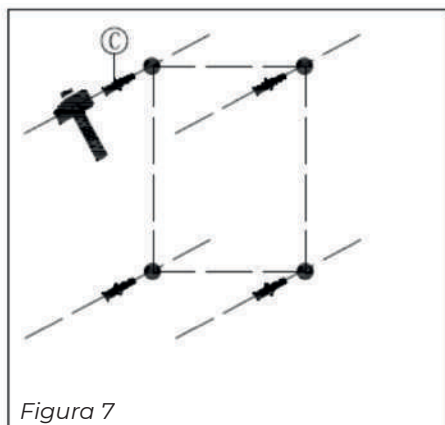

Figura 7
6. Coloque os bujões de parede e os anéis fornecidos (Figura 7, pos. C).